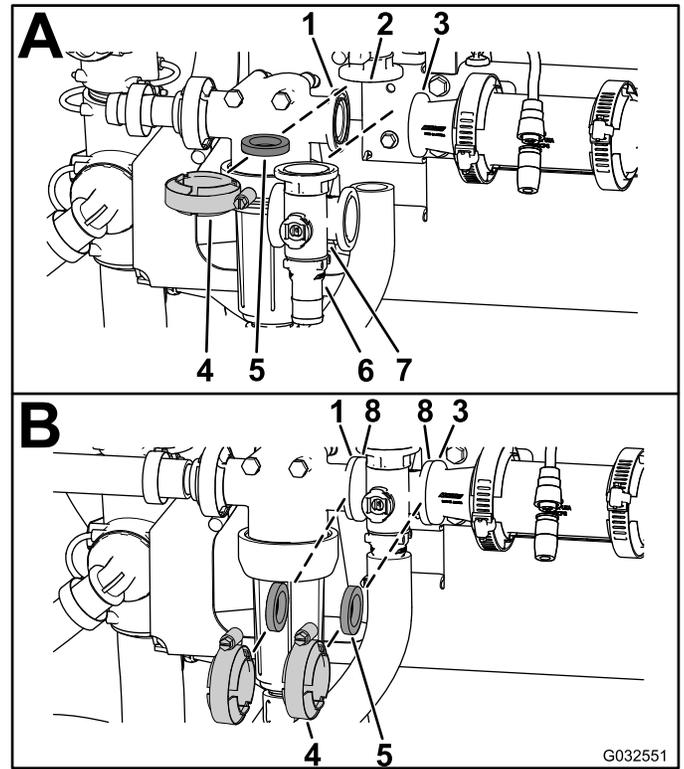

Figura 115
1. Allineate la flangia della valvola di bypass dell'agitatore, 1 guarnizione e la flangia del raccordo del tappo terminale del collettore della valvola dell'agitatore (Figura 115 A).
2. Montate la valvola di bypass dell'agitatore, la guarnizione e il collettore della valvola dell'agitatore con un morsetto serrato manualmente (Figura 115 A).
3. Allineate una guarnizione tra le flange della testa del filtro della pressione e il collettore della valvola dell'agitatore (Figura 115 B).
4. Montate la testa del filtro della pressione, la guarnizione e il collettore della valvola dell'agitatore con un morsetto serrato manualmente (Figura 115 B).
5. Allineate una guarnizione tra le flange del collettore della valvola dell'agitatore e il giunto del riduttore (Figura 115 B).
6. Montate la valvola dell'agitatore, la guarnizione e il giunto del riduttore con un morsetto serrato manualmente (Figura 115 B).
7. Allineate una guarnizione tra le flange del collettore della valvola dell'agitatore e il raccordo dell'adattatore per la valvola di accelerazione dell'agitatore (Figura 115 C).
8. Montate la valvola dell'agitatore, la guarnizione e il raccordo dell'adattatore con un morsetto serrato manualmente (Figura 115 C).